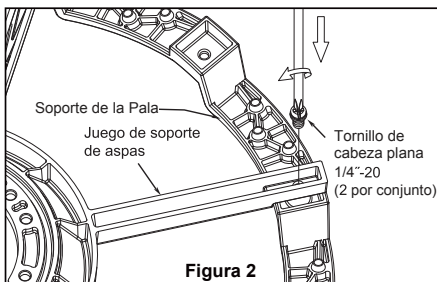

Figura 2
2. Coloque el soporte de la pala debajo de la sujeción de pala y alinee los orificios del soporte de la pala con el orificio de la sujeción de la pala. Asegúrese de que el soporte de la pala esté completamente asentada e instálelo con los tornillos 1/4"-20. (Figura 2)